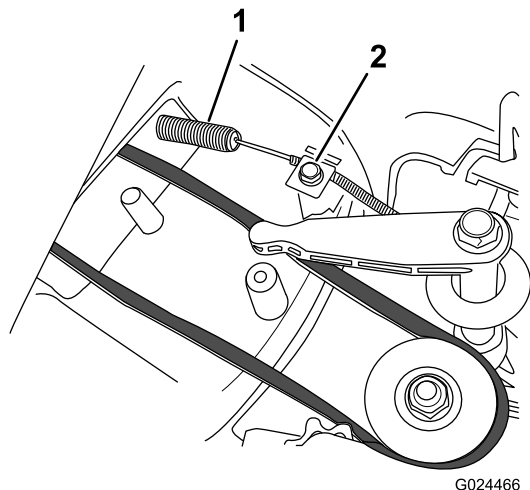

Figura 33
2. Instale el nuevo cable del freno de la cuchilla, pero no apriete la abrazadera de la parte superior de la carcasa de corte (Figura 33).